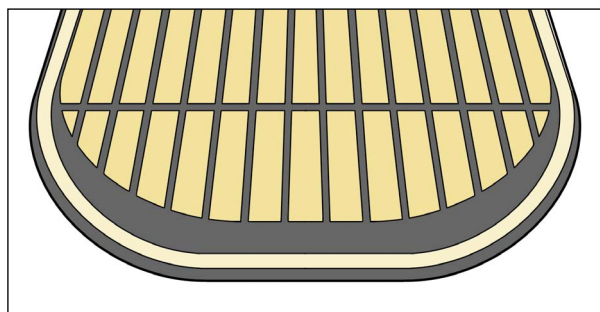

Fig. 1
3. Juster den nye filmen slik at den dekker den øvre logoen (fig. 1). Hver kant skal være ca. 7,24 mm [0,285 tommer] fra enhetens ytterkant.